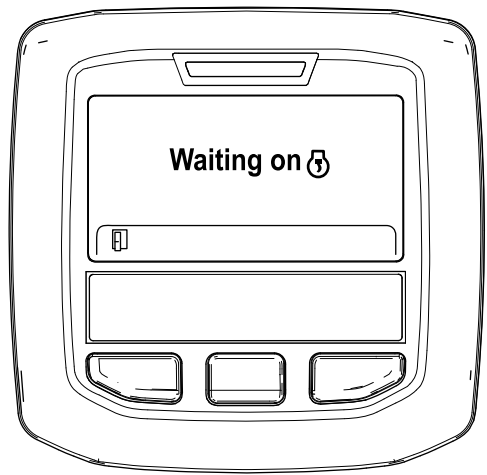

Figura 48
- B. Se muestra el mensaje “Waiting on [DPF icon]” (Esperando) (Figura 48).